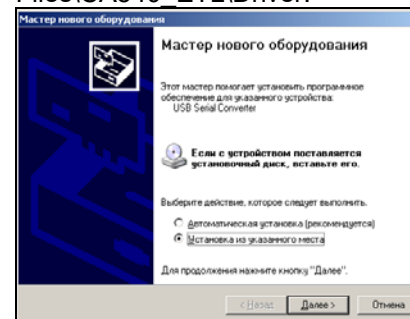
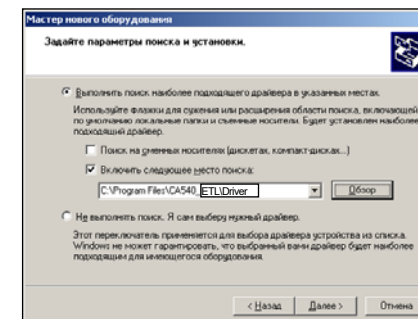

Рисунок 8.9
Рисунок 8.10
2) После включения ПК на экране появится сообщение, а затем окно программы установки нового оборудования (рисунок 8.9).
3) Установить драйвер Блока сопряжения универсального, для чего в окне (рисунок 8.9) щелкнуть в поле "Установка из указанного места", а затем по кнопке **Далее**. На экране появится окно (рисунок 8.10). Щелкнуть по кнопке **Обзор** и выбрать папку C:\Program Files\CA540 ETL\Driver.